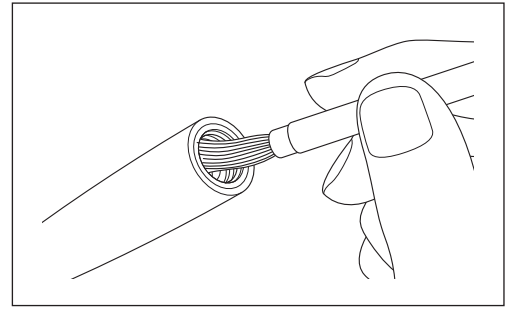

Fig. 38
- 3) Utilize a escova de limpeza fornecida para remover pó da secção interior onde a peça de mão foi ligado (Fig. 38).